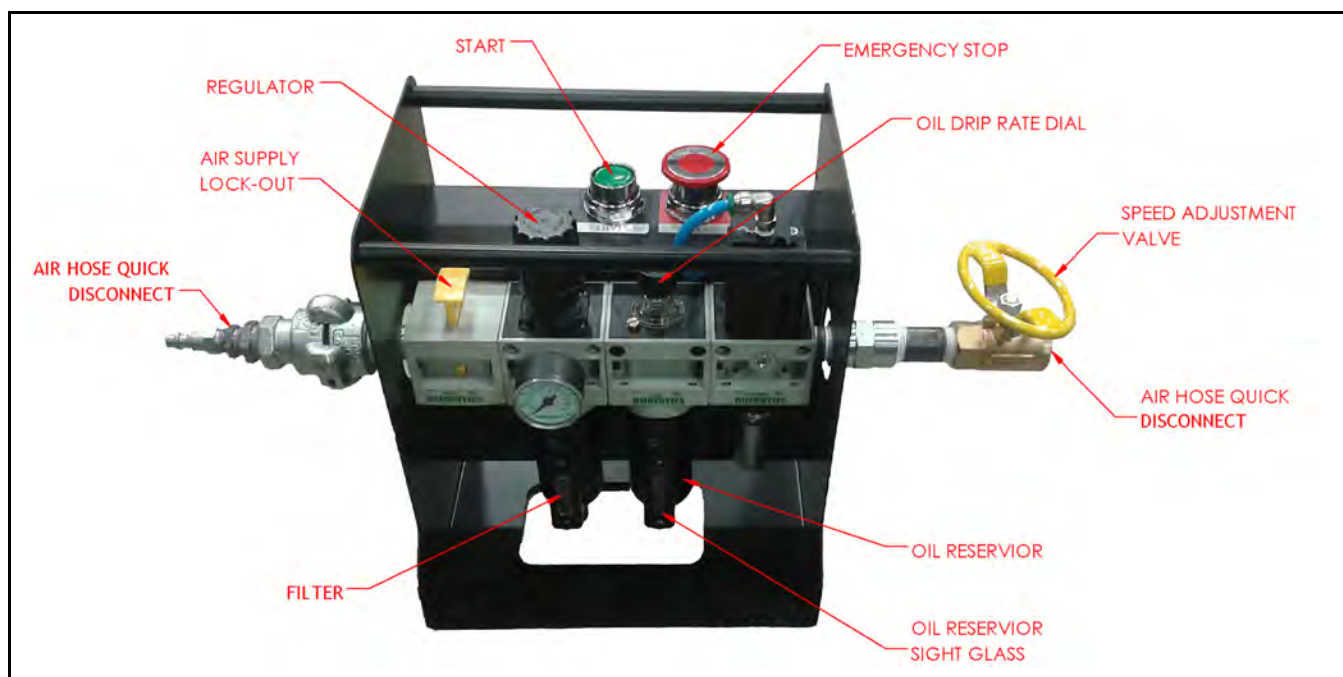

РИСУНОК 4-6. ОРГАНЫ УПРАВЛЕНИЯ Air Caddy
2. Если станок работает от пневмопривода, выполните следующие действия на Air Caddy (см. Рис. 4-6.):
6. Если станок оснащен пневматическим двигателем, установите необходимую скорость подачи капель масла (см. Рис. 4-6.).
- b) Нажмите на КЛАПАН ПРЕДОХРАНИТЕЛЬНОЙ БЛОКИРОВКИ подачи воздуха для закрытия (Рис. 4-6.). При этом остаточное давление воздуха будет стравлено из контура блока управления Air Caddy.
1. Проверьте посредством смотрового стекла в масляном резервуаре Air Caddy (см. рис. 4-6 на стр. 42). При необходимости долейте масло.
2. Убедитесь, что блокиратор подачи воздуха открыт (т. е. вытянут вверх). См. рис. 4-6 на стр. 42.